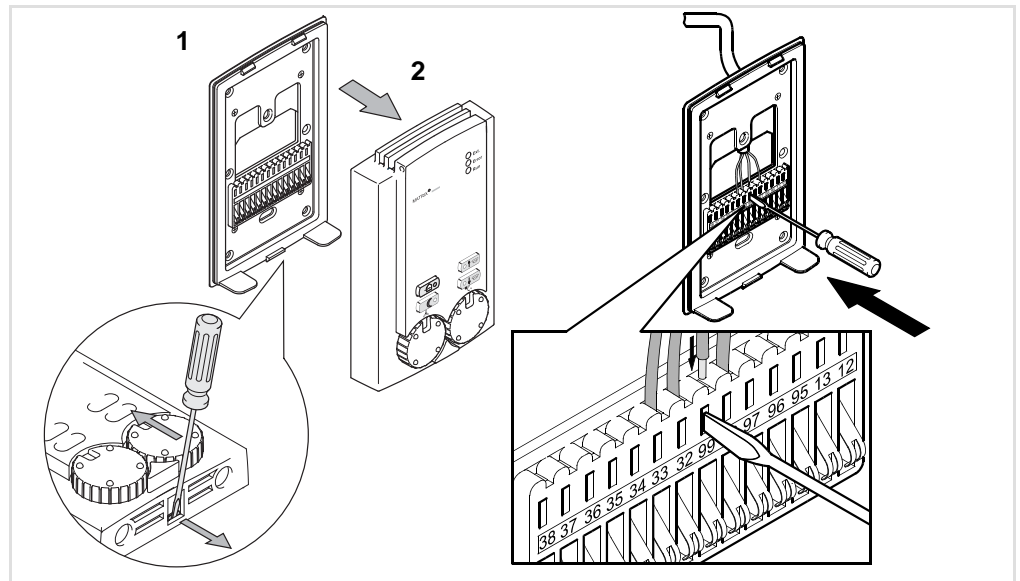

Abb. 6-17: Bediengerät öffnen
- Klippen Sie an der Unterseite des Bediengerätes mit einem Schraubendreher das Oberteil wie in Abb. 6-17 dargestellt ab und heben Sie das Oberteil nach oben von der Montageplatte ab.
- Ziehen Sie das Verbindungskabel zum Elektroschaltkasten des MultiMAXX durch die Membrantüllen des Unterteils und die Anschlussöffnung der Montageplatte des Bediengerätes (siehe Abb. 6-17) und schließen alle Adern an die Klemmen an.
Dazu lösen Sie zuerst die Klemme durch leichtes hereindrücken mit einem geeigneten Schraubendreher (siehe Abb. 6-17) und führen die jeweilige Ader in die vorgesehene Klemmenöffnung. Die federbelastete Klemme greift wieder, sobald Sie den Schraubendreher entfernen.